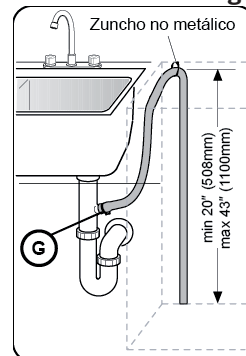

Figura 11
1. Directamente debajo de la conexión de drenaje para el fregadero de la lavadora de platos, como se muestra en la Figura 11.